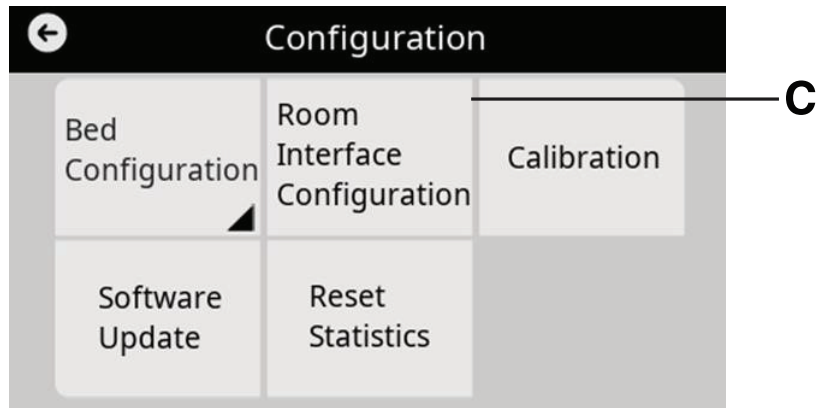

图 6 – ProCuity“配置”菜单
4. 在“配置”菜单中，选择病房界面配置 (C) (图 6)。